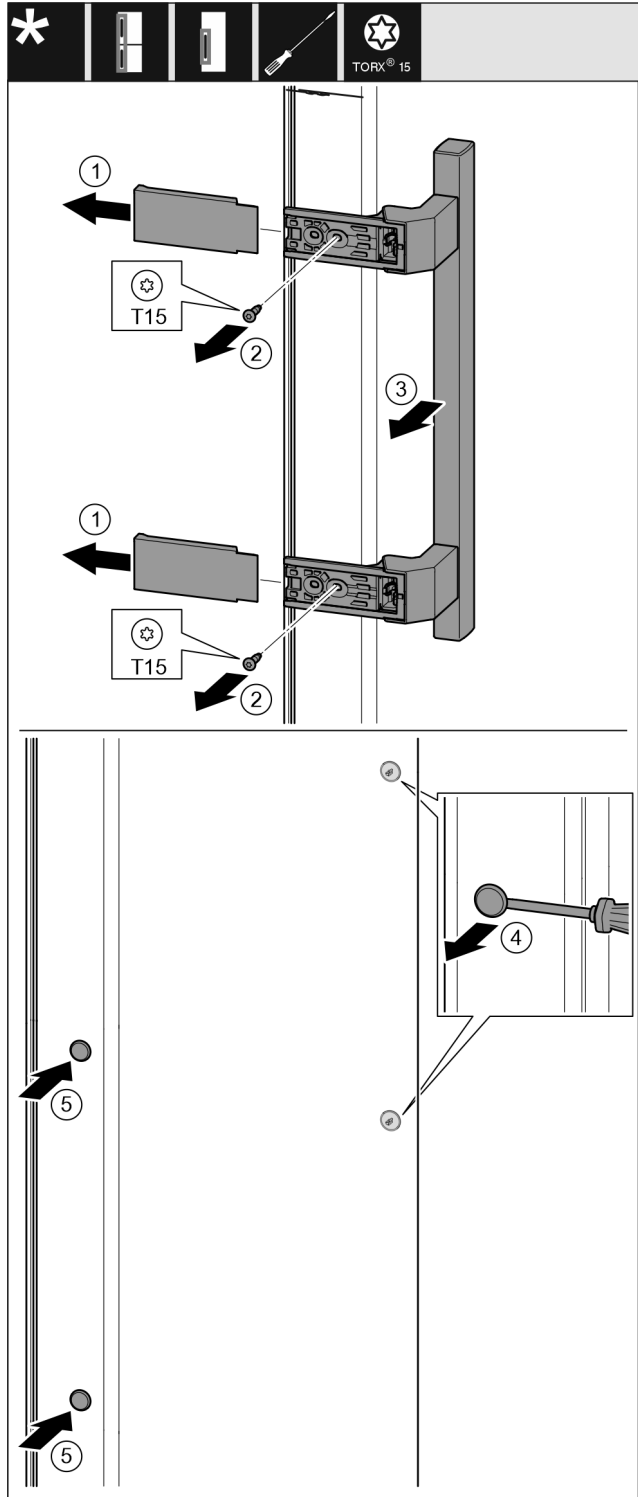

Fig. 19
- Retirer le cache. Fig. 19 (1)
- Desserrer les vis avec le tournevis T15. Fig. 19 (2)
- Déposer la poignée. Fig. 19 (3)
- Soulever délicatement le bouchon latéral avec un tournevis plat et le sortir. Fig. 19 (4)
- Remettre en place le bouchon de l'autre côté. Fig. 19 (5)